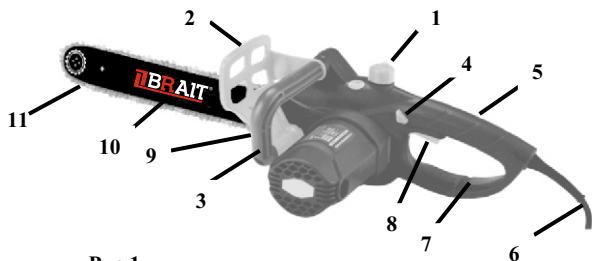

Рис.1.
- **Защитный щиток (2)** (Рис.1 защищает руку оператора при проведении распиловочных работ.
- **Кнопка блокировки пуска (4)**(Рис.1) предотвращает случайное включение двигателя. Она расположена на боковой поверхности задней рукоятки.
- **Клавиша пуска (8)**(Рис.1) не может быть нажата, если не нажата кнопка блокировки пуска (4)Рис.1).
- **Задняя ручка (5)** (См. Рис.1). Задняя ручка имеет снизу расширенный защитный экран, который защищает руки от травм в случае разрыва цепи, а также от царапин ветками и сучьями во время работы.
- **Пильная цепь, снижающая риск отскока (11)** (См. Рис.1). Пила снабжена высококачественной цепью, снижающей риск отскока и его интенсивность, благодаря специально разработанным контурным звеньям.
- Открутите крышку наливной горловины бака (1)(См. Рис.1).
- Залейте необходимый объём масла в бак, контролируя его уровень по мерному окну (9) См. Рис.1).
- Обхватите переднюю дуговую ручку пилы (3)(См. Рис.1) левой рукой. Правой рукой возьмитесь за заднюю ручку (5)(См. Рис.1).